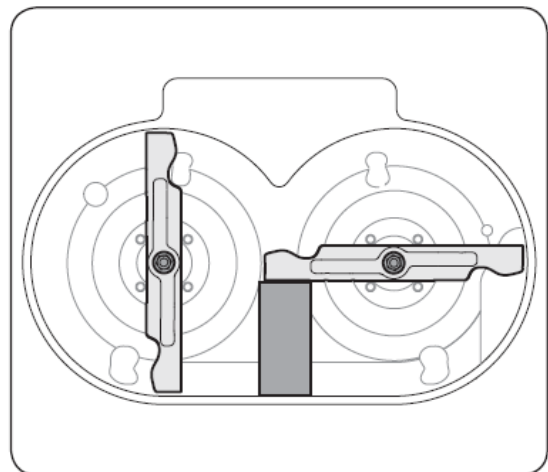

Figure 7-5
2. Placez un bloc de bois entre le centre du déflecteur du boîtier du plateau et la lame de coupe pour agir comme stabilisateur. Consultez la Fig. 7-5.
3. Retirez l'écrou à épaulement qui fixe solidement la lame à l'assemblage de fusée. Consultez la Fig. 7-5.